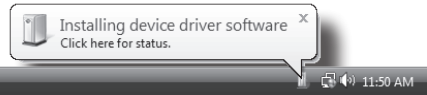

Figura 1
1. La primera vez que conecte el Studio GT en un puerto USB, Windows 7 y Vista instalará los drivers universales en ese puerto. Aparecerá un mensaje que le advertirá que ha sido detectado el codec audio USB (Figura 1).